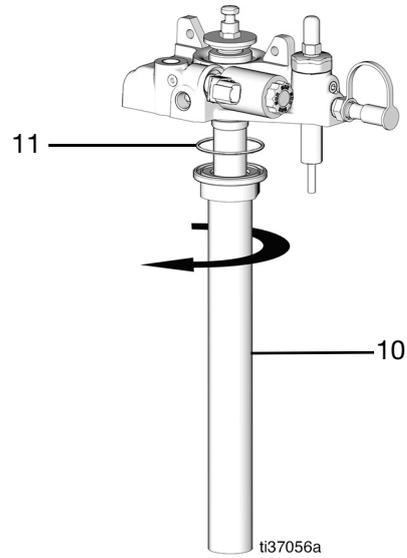

FIG. 35
14. Retirer le tube dans le tube (10) avec un serre-tube. Vérifier que le joint torique (11) est sur le tube dans le tube (10) (FIG. 35).